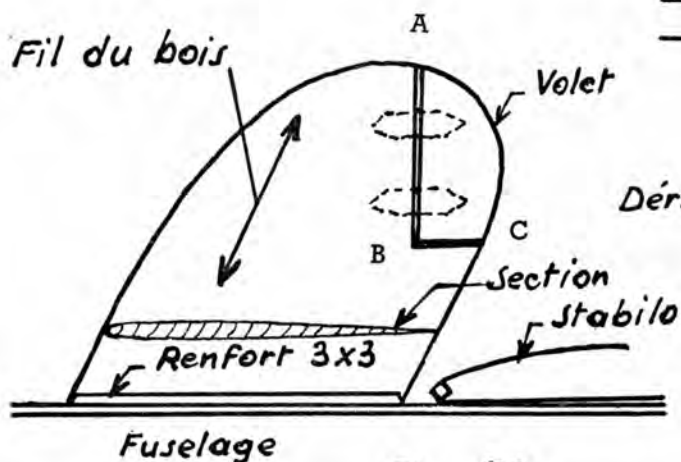

Fig. 59
D. — LA DERIVE (fig. 59) : Elle est découpée dans la planchette de balsa 30/10 en plaçant le fil du bois suivant la direction du bord d'attaque. La forme peut être laissée à l'initiative du modéliste. Pour faciliter le réglage du rayon de virage en vol (plané en spirale) il est recommandé de prévoir un volet mobile au bord de fuite de la dérive.
Le volet ayant repris sa place, profiler l'ensemble au ponçoir : arrondir le bord d'attaque et amincir le bord de fuite et le haut (section horizontale figurée sur la figure 59).